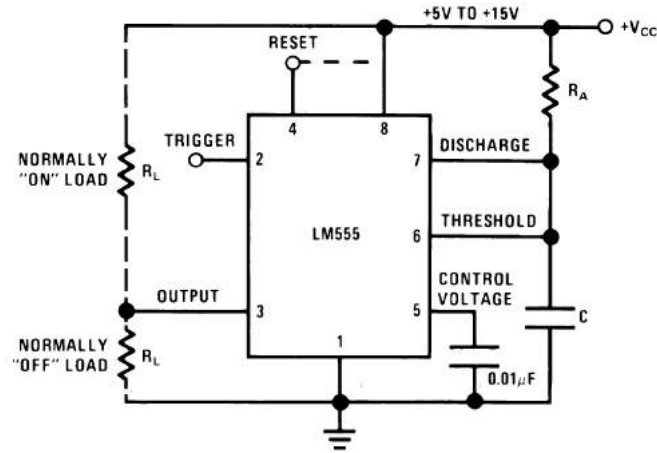

Figura 88: LM555: monoestável (temporizador)
A Figura 88 apresenta o circuito para operação em modo monoestável. Neste modo, o LM555 funciona como um *one-shot*. A aplicação de um pulso descendente menor que $1/3V_{CC}$ no pino 2 (*trigger*) habilita a geração de um pulso na saída do CI (pino 3) com tensão igual a V_{CC} . O tempo de duração deste pulso pode ser calculado utilizando a Equação 9.
- Meça e calcule os tempos em nível alto (t_1), baixo (t_2), o período (T) e a frequência (f) do sinal gerado na saída do LM555 (pino 3). Apresente a forma de onda. Compare os resultados.
- Modifique o circuito para funcionar como temporizador (ver Figura 88) . Considere $R_A = 100k\Omega$ e $C = 100\mu F$ e observe o funcionamento.